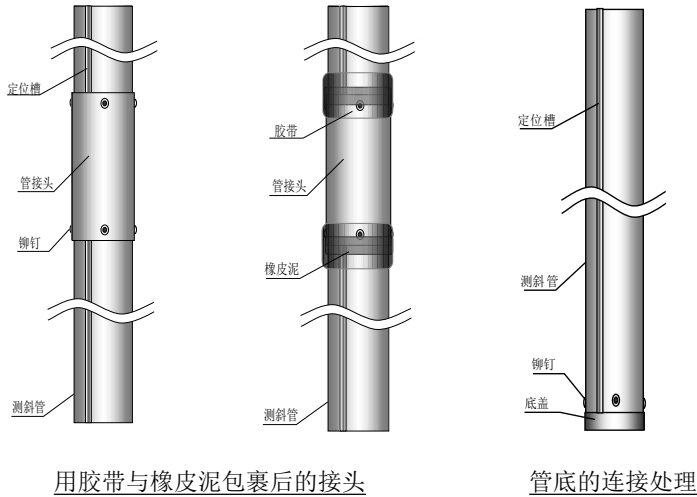

图 C-2 测斜管连接方法
- ② 测斜管接长：先在已安装的测斜管连接端部涂抹适量粘合剂，将管接头套入。然后用手枪钻在管接头上相邻导槽间均等钻四个 3mm 孔，插入螺钉上紧。需要注意的是，土体中安装测斜管最好在接头处预留沉降间隙，沉降间隙取土体预期沉降量的 $2\%\sim 3\%$ ，一般取 $3\text{cm}\sim 5\text{cm}$ 。
- ③ 将下一段测斜管连接部位涂抹粘合剂后，插入管接头，螺钉加固或铆接。
- ④ 在管接头两端用丁基密封胶条或丁基密封胶带进一步密封，尤其导槽在接头搭接的位置；或者，使用土工布或无纺布包裹接头部分，再用绑扎丝缠紧。
- ⑤ 靠近底部的适当位置固定灌浆管，并顺测斜管下放至钻孔内。除非一次性操作，灌浆管不宜绑扎太牢固，以方便灌浆时将灌浆管随灌随抽出。
- ⑥ 将连接好的测斜管连同铁丝放入孔中，重复步骤②③④步骤直到完成，详见图 C-2。